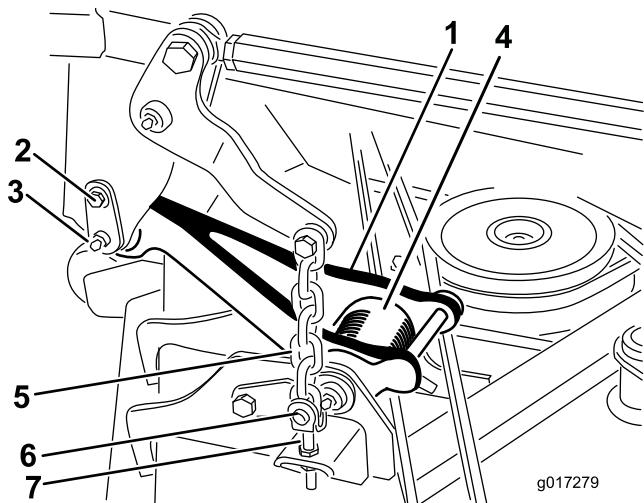

図 2
**注** 刈り込みデッキを完全に上昇させた状態では、プルリンクのトーションスプリング(図2)が軽くなるのでプルリンクをマシンから外すのが非常に容易になります。
2. 以下の手順で、車両両側のプルリンクを外す(図2)：
A. リテーナピンをキャリアフレームに接続しているショルダ付きねじを外す(図2)。
B. キャリアフレームとプルリンクから、リテーナピンを注意深く抜き取る(図2)。
6. 昇降チェーンをデッキの調整クレビスに固定しているリングピン（4本）とクレビスピンを取り外す（図 2）。
2. リングピン（4本）とクレビスピンを使って、昇降チェーンをデッキの調整クレビスに固定する（図 2）。
- プルリンクをキャリアフレームに合わせて、リンクをリテーナピンで接続する（図 2）。リテーナピンは、ショルダねじでフレームに固定する（図 2）。